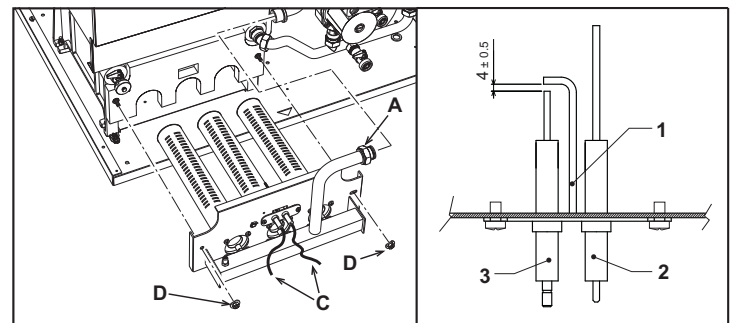

рис. 23 - Очистка блоков горелок и электродов
- Отвинтите две гайки D крепления дверцы камеры сгорания к чугунным элементам корпуса котла (рис. 23).